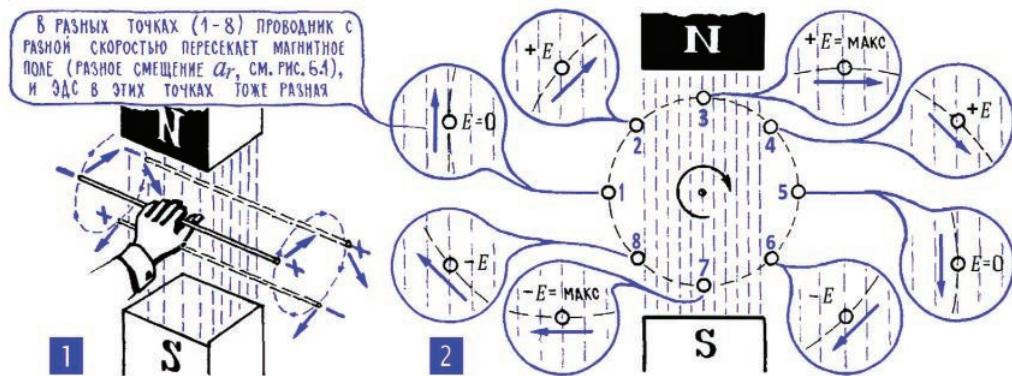
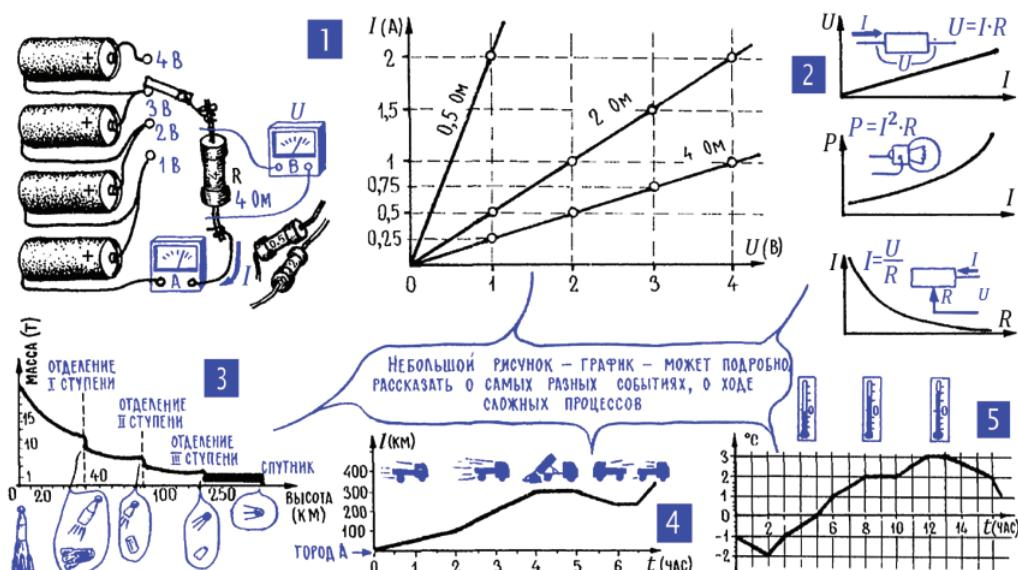
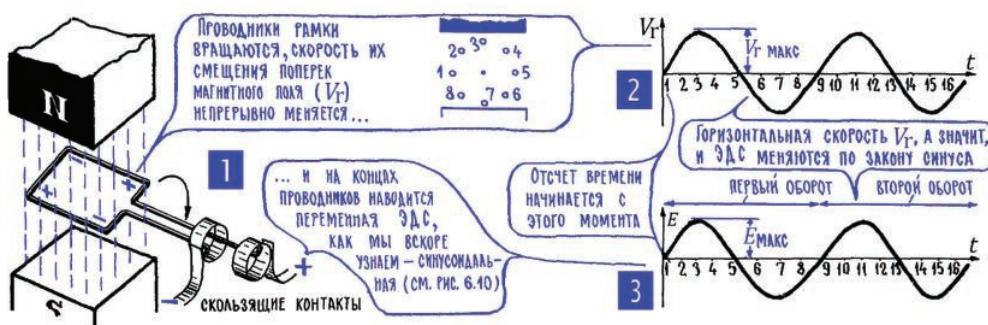

Рис. 6.2. Круговое движение проводника в магнитном поле
Рис. 6.3. Графики различных величин
Рис. 6.4. ЭДС генератора на графике
Все рассмотренные примеры – лишь подготовка к знакомству с простейшей моделью машинного электрического генератора, где проводник вращается в равномерном магнитном поле (рис. 6.2). В таком проводнике индуцируется ЭДС, которая подводится к внешней электрической цепи с помощью скользящих контактов. Проводник вращается в магнитном поле равномерно с постоянным числом оборотов в минуту. При этом он, естественно, с постоянной скоростью движется по окружности, но с разной скоростью пересекает магнитное поле. Когда, например, проводник проходит точки 3 и 7, он с максимальной скоростью пересекает поле, хотя и в разных направлениях. В эти моменты в проводнике наводится ЭДС, наибольшая из всех возможных, но, конечно, разной полярности. Когда проводник проходит точки 1 и 5, он вообще не пересекает магнитного поля, и наведенная ЭДС в эти моменты равна нулю. Во всех остальных точках наводится ЭДС разной величины, в пределах от максимальной до нуля, причем на всем участке движения от точки 1 до 5 ЭДС имеет одну полярность, а на всем участке от 5 до 1 – противоположную. Одним словом, на проводнике, который вращается в магнитном поле, наводится переменная ЭДС, непрерывно меняется ее величина и периодически меняется ее полярность. О том, как меняется наведенная ЭДС при вращении проводника в магнитном поле, лучше всего рассказывает график.
2. График – особый рисунок, наглядно показывающий, как одна какая-либо величина зависит от другой. Об одной из зависимостей закона Ома можно рассказать словами – «ток прямо пропорционален электродвижущей силе...», можно записать ее в виде короткой формулы (рис. 4.1), а можно отобразить эту зависимость на графике, как это сделано на рис. 6.3; 1. Основа графика – две взаимно перпендикулярные линии, две оси: вертикальная и горизонтальная. По вертикальной оси в определенном масштабе откладывают, отмеряют ту величину, об изменениях которой мы хотим рассказать. А по горизонтальной оси отмеряют ту величину, от которой зависит первая. «В определенном масштабе» означает, что если, например, отмеряется масса, то 1 мм на шкале может соответствовать 1 г или 1 кг; если отмеряется температура, то 1 мм – это уже может быть 1°; если ток – то 1 мм может отображать 1 А; если напряжение – 1 В. Отсчет в большинстве случаев ведется от нуля, совпадающего с точкой пересечения осей.
На рис. 6.3 показано, как с помощью графиков можно записать несколько самых разных зависимостей. Первая – зависимость тока  $I$  в цепи от напряжения  $U$  при некотором постоянном сопротивлении  $R$ . Строится график так: задаемся некоторыми значениями напряжения – 1 В, 2 В, 3 В и т. д. – и подсчитываем для них соответствующие величины тока по формуле закона Ома. При  $R = 2\ \Omega$  получается соответственно 0,5 А, 1 А, 1,5 А и т. д. Теперь из соответствующих точек на осях  $I$  и  $U$  проводим перпендикуляры до их пересечения и получаем на поле между осями точки, каждая из которых
говорит: «при  $U = 1$  В ток  $I = 0,5$  А», «при  $U = 2$  В ток  $I = 1$  А», «при  $U = 3$  В ток  $I = 1,5$  А» и т. д. Соединяя точки и получаем линию, которая как раз показывает, как именно ток  $I$  зависит от напряжения  $U$ . Одного взгляда на график достаточно, чтобы сказать, что с увеличением напряжения ток растет, причем растет прямо пропорционально, или иначе – линейно. Для экономии места можно на одном графике показать несколько зависимостей  $I$  от  $U$  при разных сопротивлениях цепи. Легко заметить, что с ростом сопротивления цепи  $R$  ток  $I$  при увеличении  $U$  нарастает не так резко. Графики могут также показать, что величина тока обратно пропорциональна сопротивлению, рассказать о зависимостях закона Ома для участка цепи, о том, как мощность зависит от тока или напряжения (рис. 6.3; 2).
На графике рис. 6.3; 3 условно показано, как меняется масса космической системы при выведении спутника на околоземную орбиту. Сама масса в тоннах отложена по вертикальной оси, а по горизонтальной отложена высота подъема ракеты-носителя. На Земле (нулевая высота) общая масса системы – 20 т (цифры условные), затем по мере подъема выгорает топливо, и масса ракеты постепенно уменьшается. На высоте 40 км масса уменьшается резко, скачком это отстrelивается отработавшая первая ступень. Точно так же на высоте 100 км отстrelивается вторая ступень, и на высоте 250 км – третья. Остается на орбите сам спутник (чистая масса 1 т), который движется по эллиптической орбите, то несколько опускаясь, то поднимаясь над Землей (жирная линия на графике).
График (рис. 6.3; 4) показывает, как меняется с течением времени расстояние  $l$ , которое автомобиль проехал от города А. Мы видим, что первые два часа автомобиль шел с постоянной скоростью, каждый час покрывая 50 км. В последующие два часа скорость была больше – за каждый час машина уже проходила 100 км. А вот на графике появился горизонтальный участок – время идет, а пройденный путь остается неизменным, то есть машина стоит на месте. Потом водитель вообще поехал назад – линия графика пошла вниз, то есть расстояние от города А стало уменьшаться, скорее всего, водитель обнаружил какую-то неисправность и вернулся в дорожную мастерскую. После непродолжительной остановки машина вновь двинулась вперед.
И еще один пример – график изменения температуры в течение суток (рис. 6.3; 5). Мы видим, что температура почти все время меняется – только между 8 и 10 часами и между 12 и 13 часами она остается постоянной. В какие-то моменты времени температура меняется медленнее, а в другие моменты резче. На этом графике мы впервые видим, как кривая (так часто называют линию, соединяющую точки графика) пересекает горизонтальную ось и уходит вниз. Так условились показывать, что изменяющаяся величина становится отрицательной. В данном случае это отрицательная температура, но точно так же строится график отрицательной ЭДС или отрицательного тока (рис. 6.4 и 6.5).
На рис. 6.4 показан график переменной ЭДС, которая наводится в проводнике при вращении его в магнитном поле (рис. 6.2). График очень подробно рассказывает о процессе наведения ЭДС. Мы видим, как в какой-то момент ЭДС достигает максимума – это проводник проходит точку 3 и с максимальной скоростью пересекает магнитное поле. Видим максимальную ЭДС, но уже другой полярности – проводник проходит точку 7. Наконец, график рассказывает, что дважды за каждый оборот проводник движется не поперек поля, а вдоль и затем меняет направление, в котором он пересекает поле. В эти моменты – они соответствуют точкам 1 и 5 – ЭДС равна нулю, и в эти же моменты происходит смена ее полярности.
При прочих равных условиях эффективное значение тока (ЭДС, напряжения) тем больше, чем больше амплитуда (атлет, поднимающий штангу в 200 кг, за день наверняка сумеет перенести больше грузов, чем малыш, который с трудом тащит легкую табуретку). Для переменной ЭДС (напряжения, тока), которая наводится во вращающемся витке (рис. 6.4, такая ЭДС называется синусоидальной), и нам еще предстоит детальное знакомство с ней далее – см. гл. 7; 11), существует такое соотношение: эффективное значение составляет примерно 70 % от амплитуды, а амплитуда соответственно в 1,41 раза1 больше эффективного значения (рис. 6.7). Так, например, в сети переменного тока с напряжением 220 В амплитуда напряжения  $220 \cdot 1,41 \approx 310$  В.
Фазу принято отмерять не в процентах, а в градусах, каждый градус – это 1/360 часть периода, то есть градусами в данном случае отсчитывают не угол, не температуру, а время. Название единицы измерения во всех этих случаях одинаковое – градус, а единицы измерения разные. Кстати, градусы как меру времени, меру периода можно легко связать с угловыми градусами, показывающими положение проводника, который вращается в магнитном поле (рис. 6.4 и 6.8; 2).